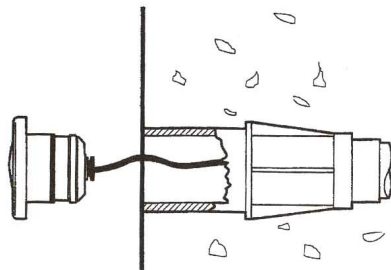

**Fig. 4**
4. Colocar a porca de 2" polegadas pela parte posterior do tanque do SPAS, roscando a porca ao corpo do projetor (Fig. 4).